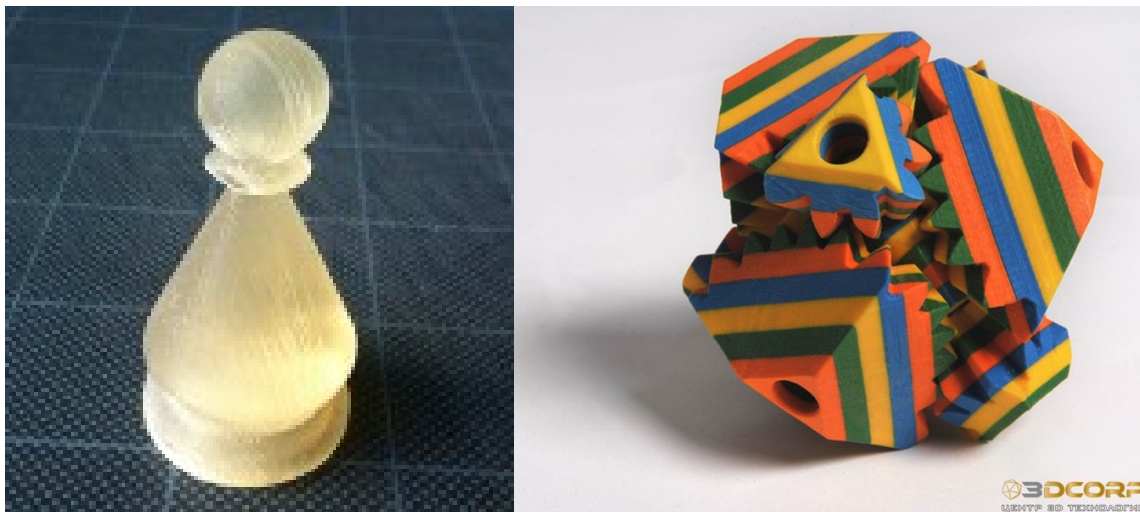

Рисунок 50 – Сувенирная продукция, изготовленная по LOM-технологии
- Сувенирная продукция (рис. 50).